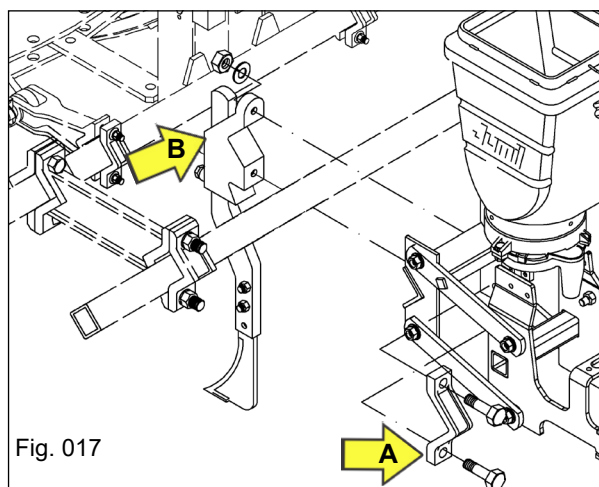

Fig. 017
- Coloque as unidades semeadoras/adubadoras em posição (Fig. 017), obedecendo o espaçamento desejado, fixando-as no tubo quadrado através da braçadeira ("A" Fig. 017) e da garra do conjunto sulcador ("B" Fig. 017).